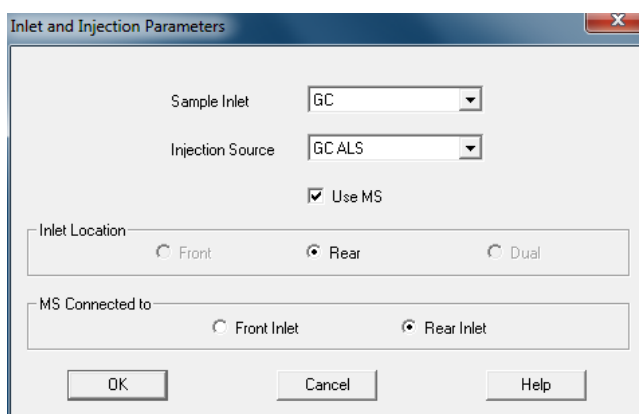

Figura 4. Janela "Inlet and Injection Parameters" com exemplo de preenchimento de informações.
- 4.1.7** Na tela aparecerá a janela "Inlet and Injection Parameters" (Figura 4). No campo "Sample Inlet" selecione a opção "GC". No campo "Injection Source" selecione a opção "GC ALS".